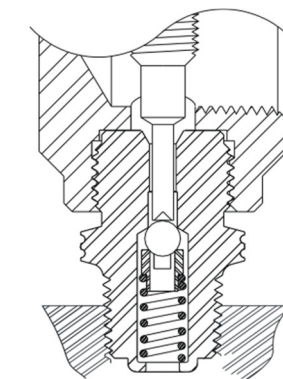

FIGURA 2
1. Gire la manija del brazo hacia la derecha hasta que el brazo toque la esfera. (Ver Figura 2.)